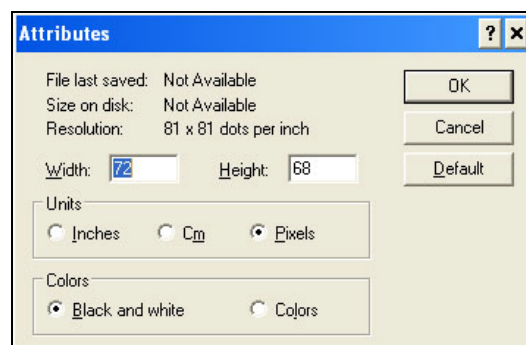

Figura 5-59: Attributi immagine
- c. Impostare il formato colore dell'immagine su Bianco e nero (vedere la Figura 5-59 a pagina 5-65)